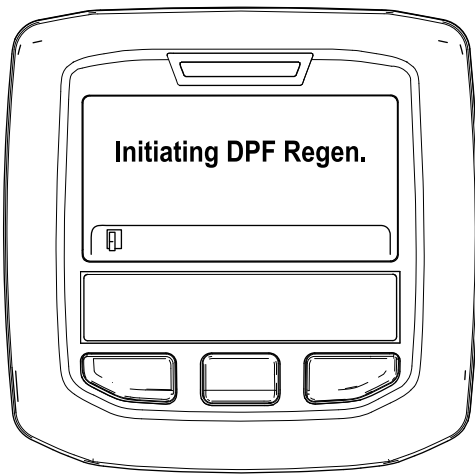

Рисунок 44
- A. «Initiating DPF Regen» («Начало регенерации DPF») (Рисунок 44).